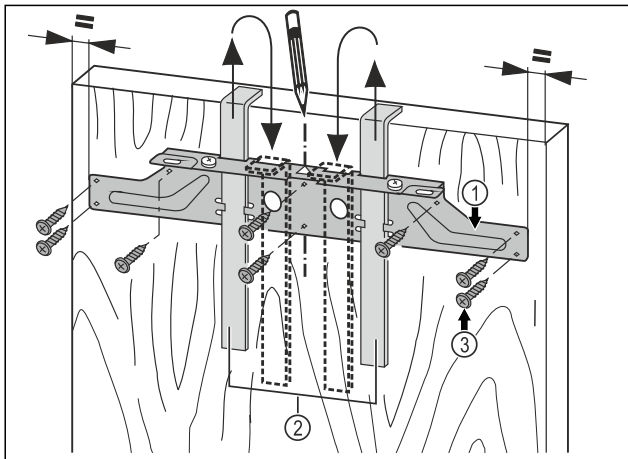

Fig. 17
- ▶ Ripusta kiinnityspalkki *Fig. 17 (1)* asennusapujen *Fig. 17 (2)* avulla kalusteoven sisäpuolelle.
- ▶ Kohdistusta kiinnityspalkki *Fig. 17 (1)* keskelle ovea.
- ▶ Ruuvaa kiinnityspalkki *Fig. 17 (1)* kiinni vähintään 6 ruuvilla *Fig. 17 (3)*.
- ▶ Ruuvaa kiinnityspalkki *Fig. 17 (1)* kiinni 4 ruuvilla *Fig. 17 (3)* reunaan.
- ▶ Vedä asennusavut *Fig. 17 (2)* pois ylöspäin ja työnnä ne viereisiin kiinnitysaukkoihin käännettynä.